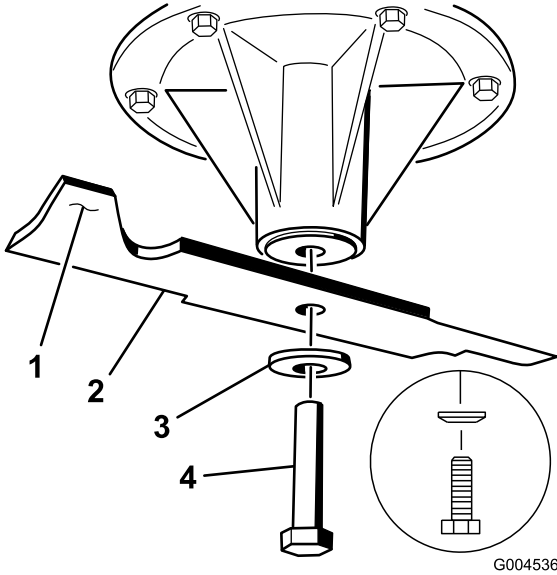

Figure 97
2. Enlevez de l'axe, le boulon, la rondelle bombée et la lame (Figure 97).
3. Si la lame est déséquilibrée, limez un peu l'extrémité de la partie relevée seulement (Figure 97).